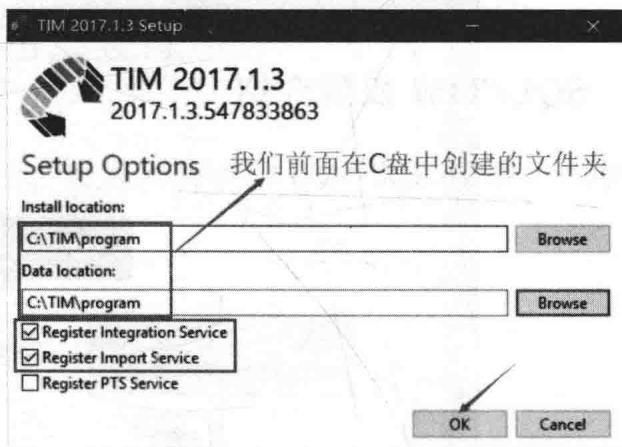

图 2-21
(3) 单击【Options】选项, 然后在弹出的对话框中选择路径, 这里的路径选择我们在 C 盘中创建的【program】文件夹, 并勾选“Register Integration Service (寄存器集成服务)”和“Register Import Service (注册导入服务)”这两个选项, 最后单击【OK】选项完成设置, 如图 2-21 所示。